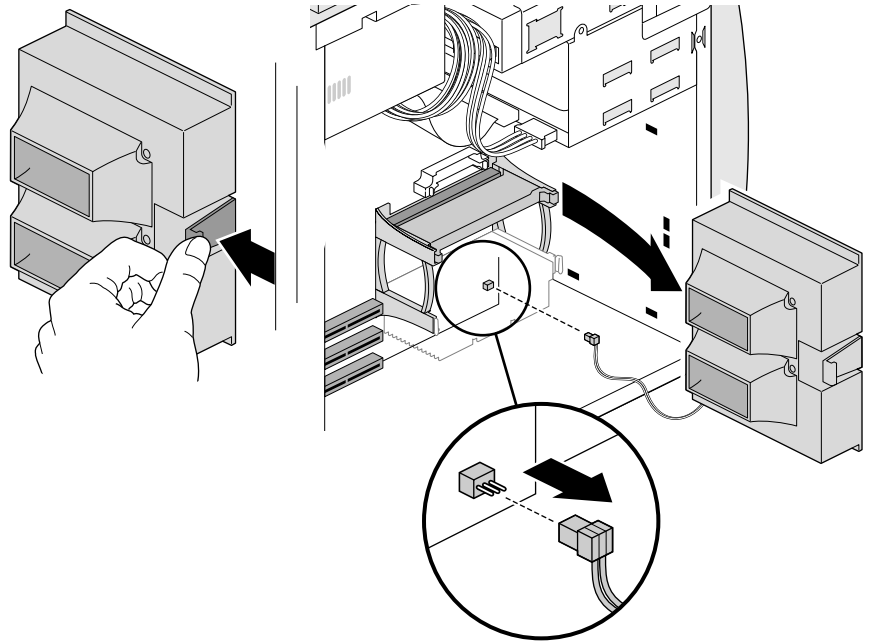

Figura 7-8 Rimozione della ventola
4. Rimuovere la ventola come illustrato nella Figura 7-8.